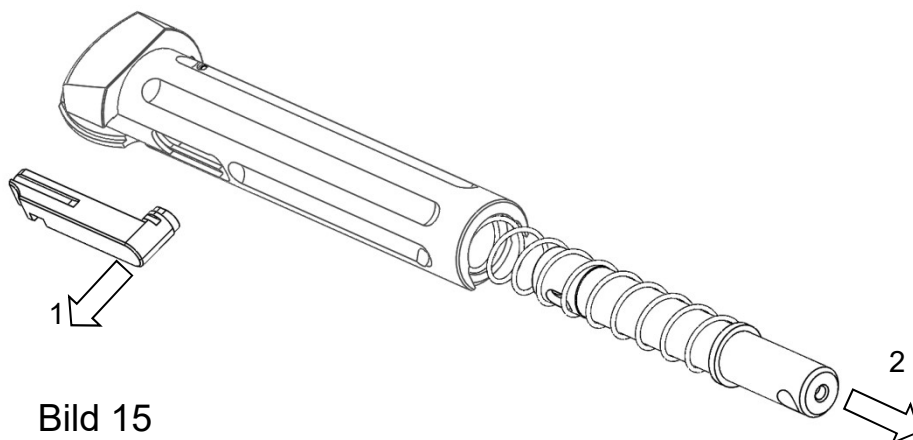

Bild 15
- Den Schieber in vorderer Position herausnehmen (1) (Bild 15).
- Das Steuerstück in axiale Richtung entnehmen (2).